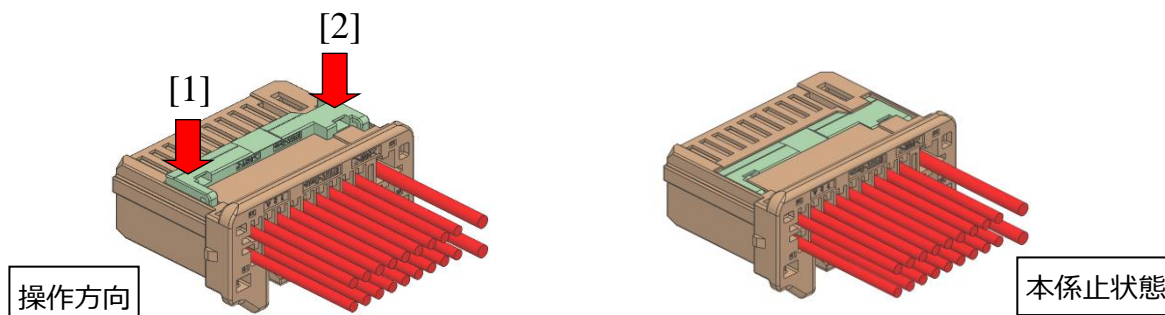

図 28.リテーナ係止状態
- ③ 端子挿入作業が完了した後、メスハウジングに対して垂直にリテーナを図 28 の[1]⇒[2]の順にカチッと音がするまで押し込んでください。(約 20N の力で入ります。)
- ③リテーナがメスハウジング底面から飛び出していないことを確認して下さい。